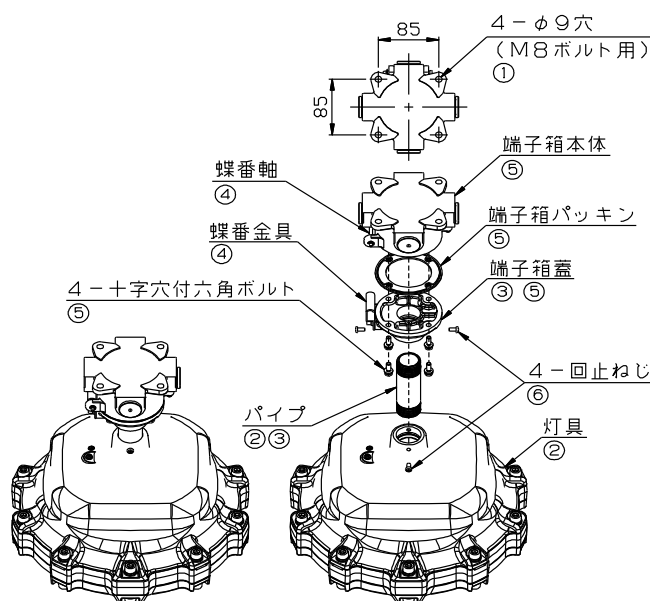
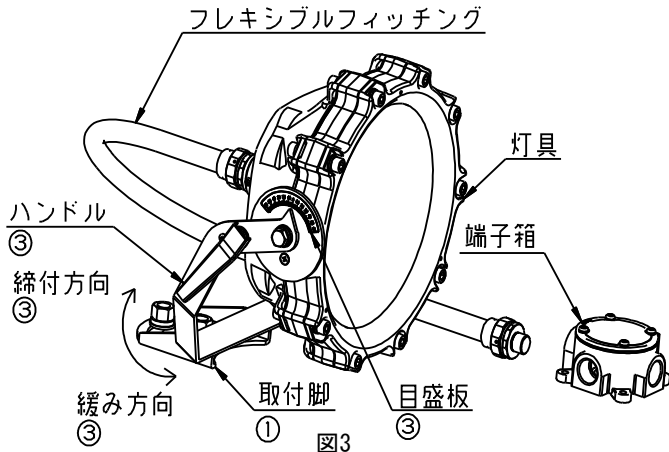
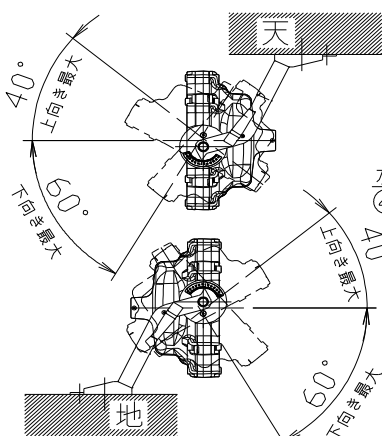
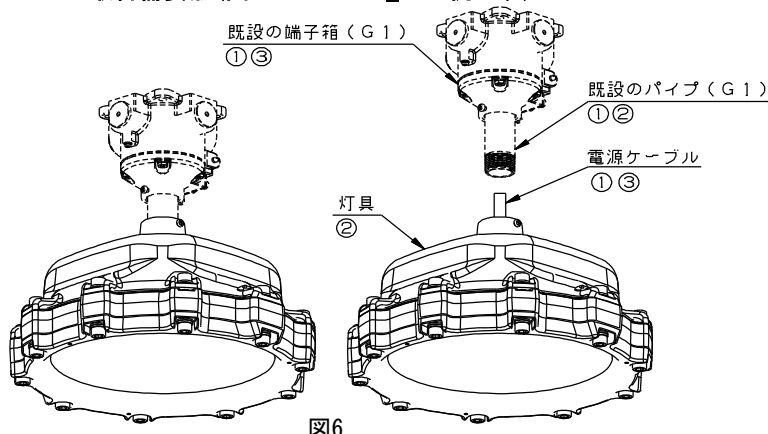

図1
図3
図4
図6
## ■直付形、パイプ吊形、ブラケット形(図1: LZIB130841V2の例です)
- ⑦ 別紙施工説明書である「ショートニップル施工説明書」を参照しながらショートニップルおよび端子箱を取り付けてください。端子箱の取付寸法は、図1を参照してください。
- ⑧ スタンドポールを、支持金具(納入外)及び所定の端子箱取付ねじにて完全に固定してください。
- ⑨ 電源ケーブル(白・赤:電源線、黒:アース線)を端子箱まで通し、端子箱内で結線を行ってください。
■投光器形(図3: LZIB13087V2の例です)
- ※ 取付け面については、図4を参考に指定された取付け方向にて取付けてください。また、壁面にも取付けが可能です。
- ② 電源ケーブル(白・赤:電源線、黒:アース線)を端子箱内で結線してください。
- ※ 端子箱の取付寸法については図1を参照して取付けてください。
- ③ 灯具の傾きを設定する場合、両手でハンドル操作を行ってください。時計回りが締付ける方向で反時計回りが緩む方向です。ハンドルを2回転緩めて傾きを決定します。傾きが決定したら、ハンドルを締付けて灯具を固定してください。目盛板は図の通りです。
- ④ 灯具の傾きは上向き40° から下向き60° の範囲で設定してください。左右は各45° の範囲で設置してください。
■取替需要形(図6 : LZIB13082V2の例です)